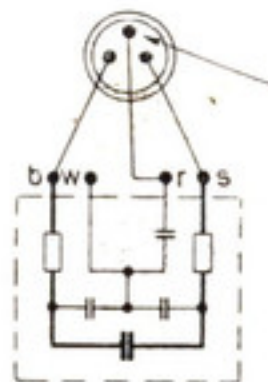

Bild 18
- b) Bei ortsveränderlichen Störern mit Schutzleitung oder mit Erdungsmöglichkeit ist eine gegebenenfalls zusätzliche Entstörung am Mutterteil der Anschlußsteckdose zulässig, wobei die blaue und schwarze Ader an die beiden Netzkontakte, rote Ader an den Schutzkontakt zu legen sind, sonst wie unter 1 a. (Bild 18).